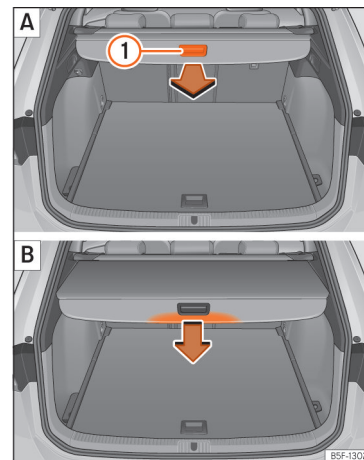

Abb. 179 Im Kofferraum: Abdeckung ausziehen und einrollen.
- Ziehen Sie gleichmäßig die Abdeckung am Handgriff » » [Abb. 179] ① heraus, bis diese hörbar einrastet.
- Drücken Sie den Haltegriff der Gepäckraumabdeckung in Pfeilrichtung, bis diese entriegelt ist » » [Abb. 179] ②.